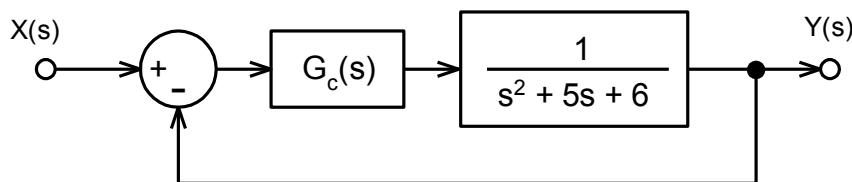

Figura 5.4: Sistema de controle em malha fechada
- e) Considere o sistema de controle mostrado na figura 5.4 e os controladores: